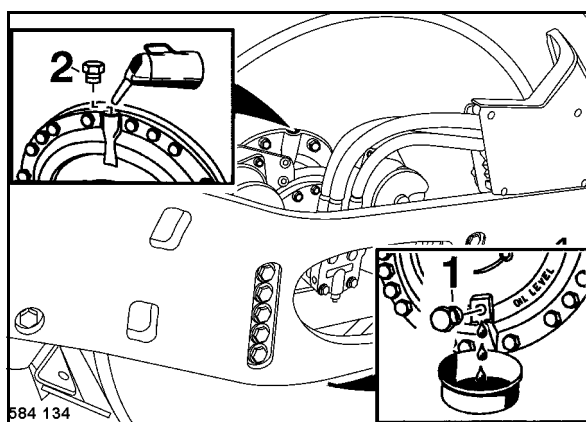

Fig. 101
- Estacionar el rodillo de forma que el tapón de control de aceite 1 (Fig. 101) se encuentra en el punto más abajo por la parte izquierda del rodillo.
- Desenroscar el tapón de control (1).